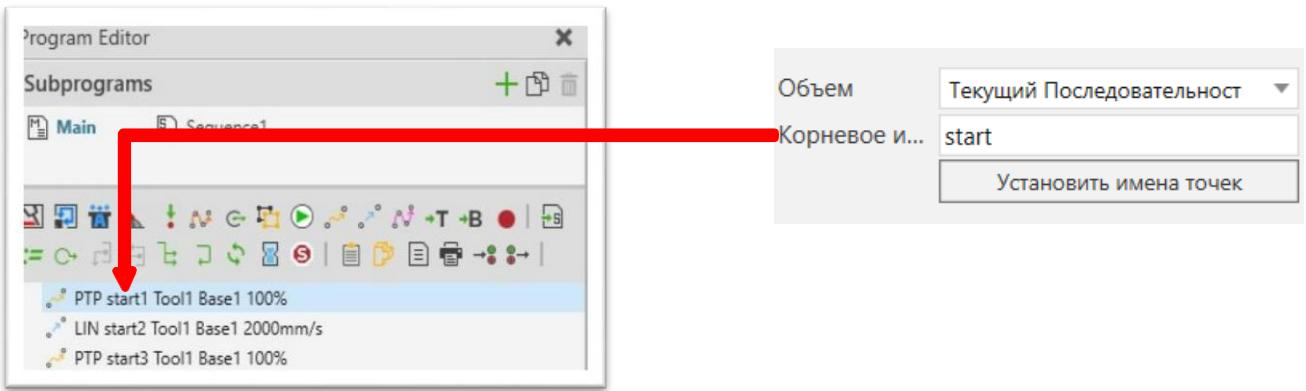

Рисунок 98 – Установить имена точек
- Установить имена точек (рис.98):